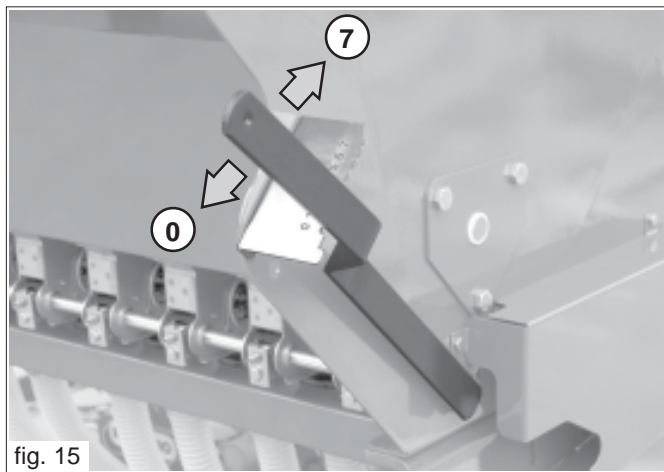

fig. 15
La leva di regolazione dei tastatori (Fig.15) è posizionata sul lato destro della macchina e agisce su una scala graduata da 1 a 7 posizioni. In relazione al tipo di seme utilizzato, è necessario posizionare la leva in base al numero rilevato dalla tabella di semina. Posizionare la leva del fondo mobile (a destra della tramoggia) sull'indice a 7 posizioni (Fig. 15):
- 1) posizionare la leva (Fig. 15) nel riferimento «0»;